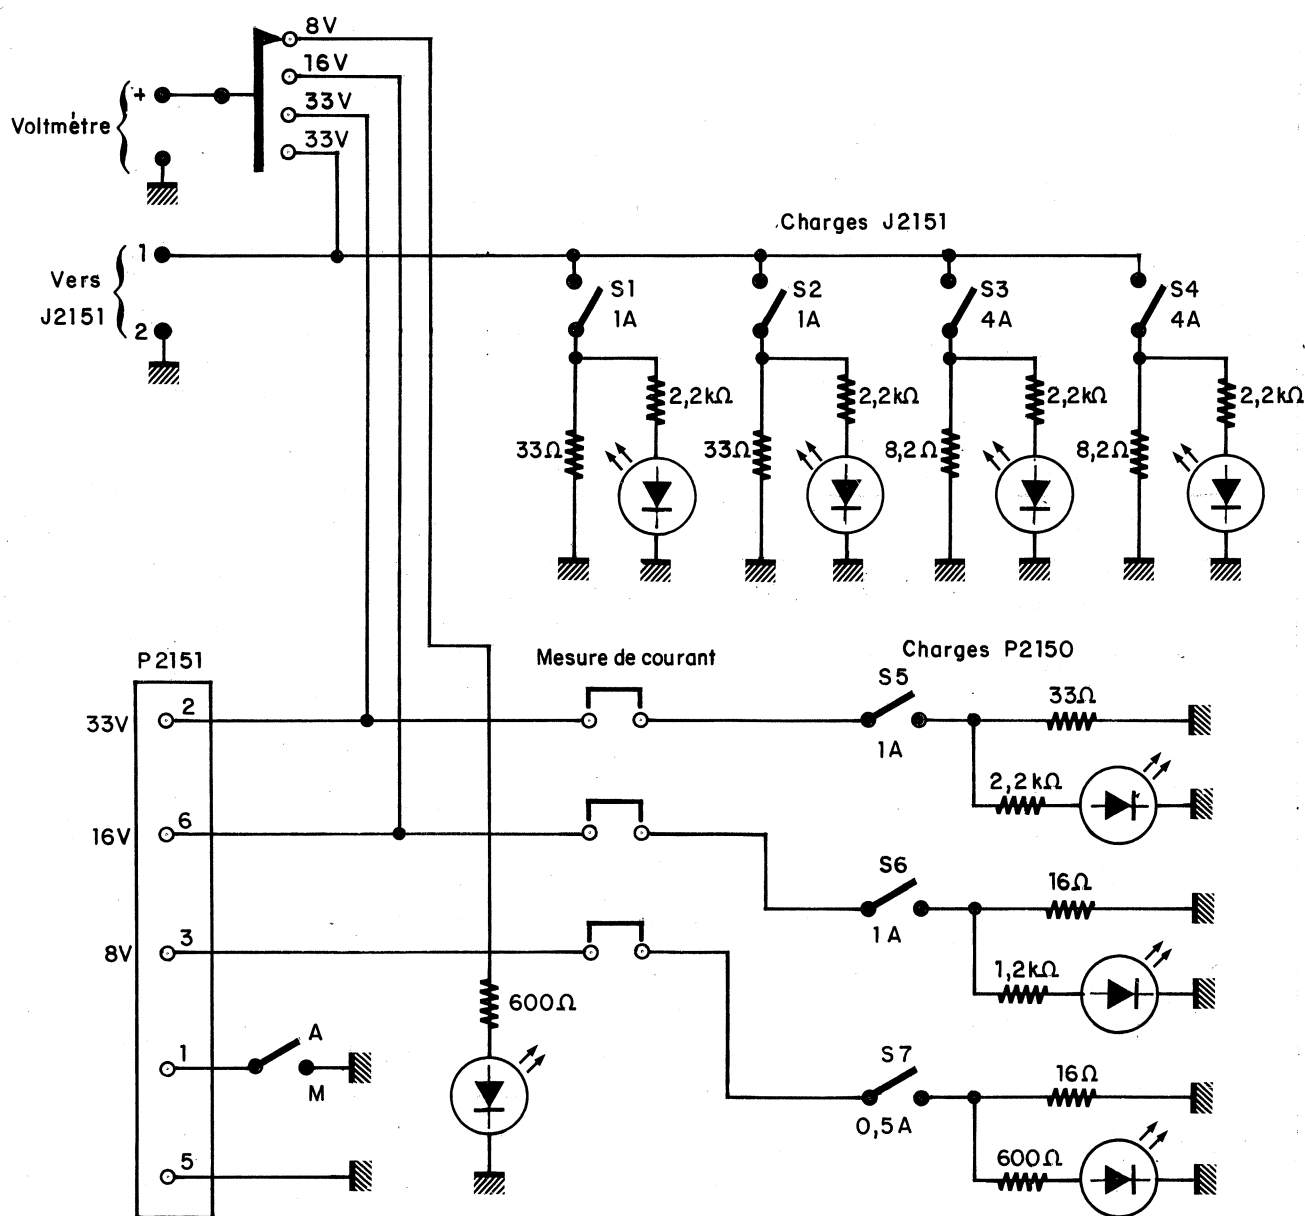

Fig.1- Schéma électrique du montage d'essais LC 4034
- 1.4 - Réalisez le montage d'essais, représenté Fig. 1.